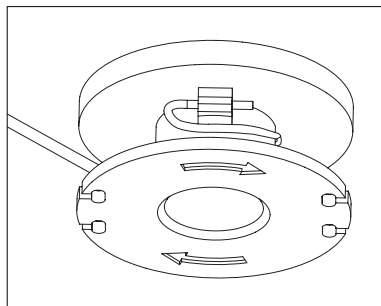

Fig. 35
8. Ate um nó, puxe a linha de corte e depois dobre-a (Fig. 35).